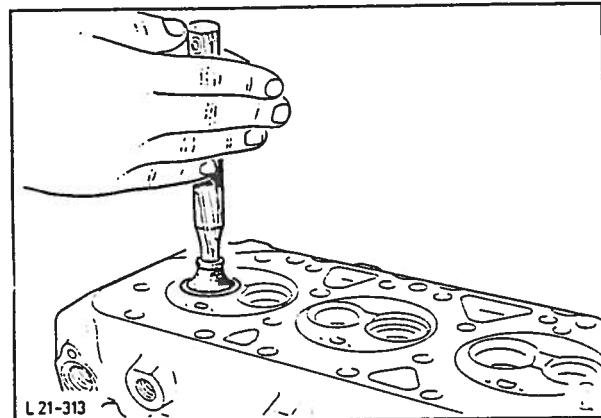

Fig. 122 Sliping av ventiler.
9. Slip ventilene, fig. 122. Fres ventilsetene hvis nødvendig. Fjern alle spor av slipepasta fra ventilene og topplokket.